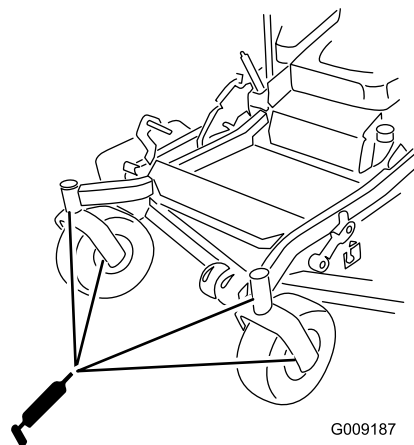

Figura 42
9. Retire el engrasador del orificio. Instale el tapón hexagonal y la tapa (Figura 42).